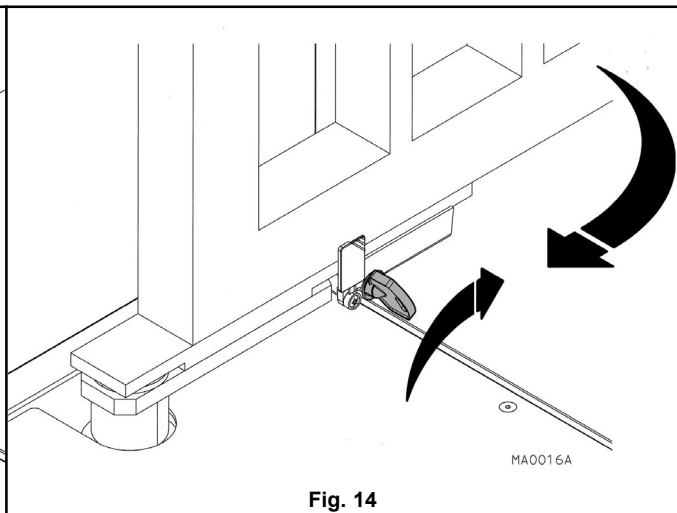

Fig. 14
- Insérer la clé dans la serrure (fig. 14) et tourner jusqu'à ce qu'elle bloque.
- Introduzca la llave en el perno (fig. 14) y gírela hasta el tope.
- Nałożyć klucz na sworzeń (rys. 14) i przekrócić go aż do oporu.